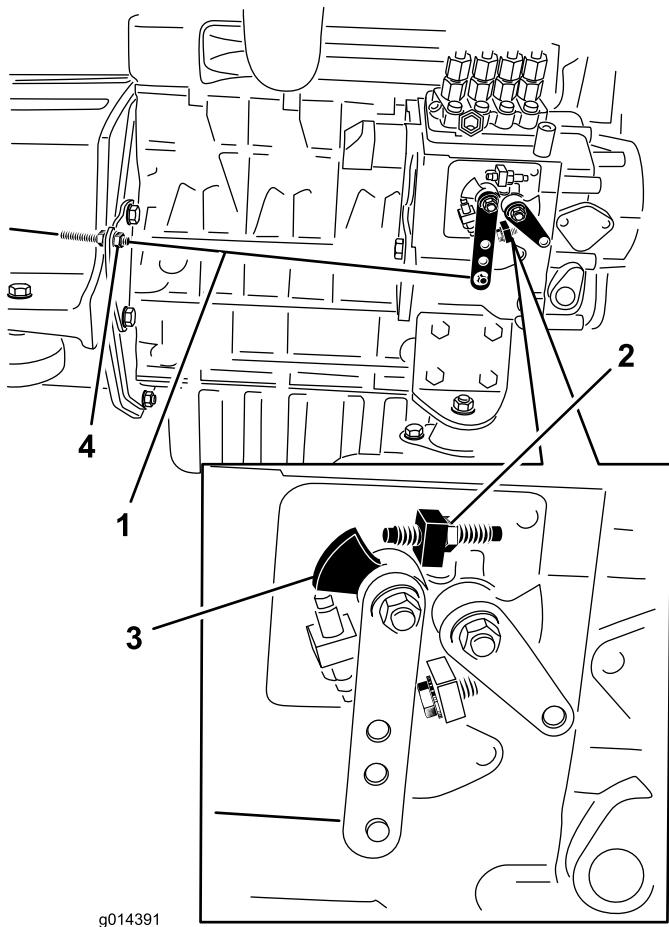

Figure 37
2. Vérifiez la position du levier de commande de régime sur la pompe d'injection du moteur. Le levier de commande de vitesse doit toucher la vis de haut régime lorsque la commande d'accélérateur est en position haut régime (verrouillage) (Figure 37).
3. La position des écrous de blocage du câble de commande d'accélérateur peut être ajustée au besoin jusqu'à ce que le levier de commande de vitesse touche la vis de haut régime lorsque le levier est en position haut régime (verrouillage) (Figure 37). **Ne réglez pas la vis de haut régime sur le levier de commande de vitesse.**